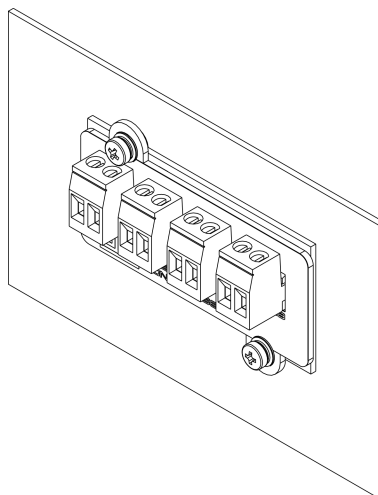

Figura 5.3: Acessório totalmente inserido no slot.
- Insira o FLEX SLOT - Contatos Secos até que a sua tampa frontal metálica fique alinhada com o *slot*, conforme mostra a Figura 5.3.